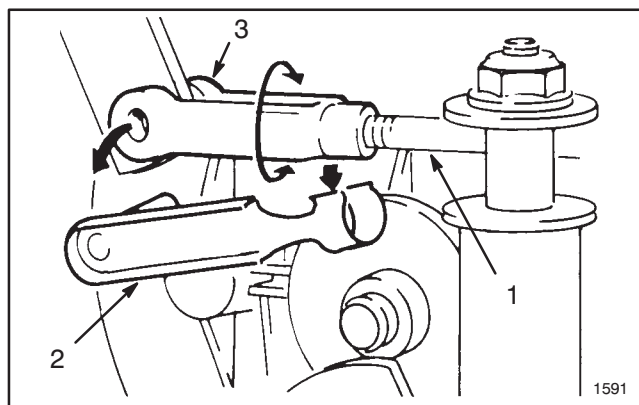

Figure 19
14. Chercher l'extrémité de la tige d'embrayage de la lame, du côté gauche de la transmission (Fig. 19). Retirer la pièce de retenue de la chape et visser ou dévisser la chape pour raccourcir ou allonger la tige jusqu'à ce que l'écart entre la courroie et la poulie de renvoi soit correct.